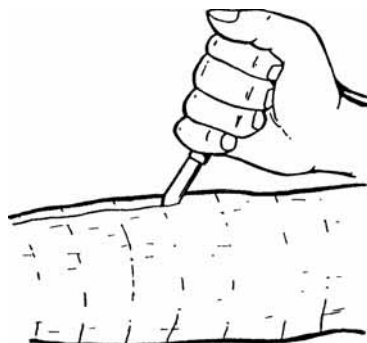
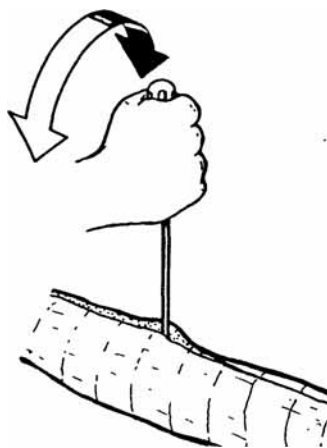

Рис.5.1. Вскрытие ленты Армокаст
Рис.5.2. Удаление ленты Армокаст
5.1. При ремонте соединительных муфт ленту Армокаст разрезают ножом в продольном направлении (рис. 5.1) и при помощи отвертки, кусачек и плоскогубцев удаляют (рис.5.2). Ленты Темфлекс и ВМ срезают ножом.